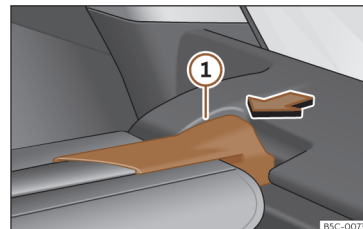

Fig. 120 În portbagaj: demontarea copertinei.
- Apăsați suportul copertinei portbagajului »» **fig. 120** ① în direcția indicată de săgeată.
- Cuplați suportul copertinei portbagajului >>> fig. 120 ① în locașul de pe partea opusă.